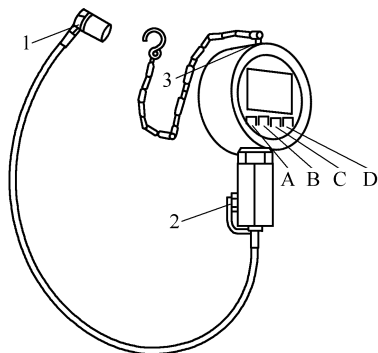

图 2-7-2 安装压力传感器测试仪
4) 旋出压力传感器测试仪上的螺塞 2 并在此位置上紧紧旋入已拆下的燃油压力传感器，如图 2-7-2 所示。
数字式压力表 VAS6394/1 必须显示为 0bar，否则按下按钮 C 进行零位调整，如图 2-7-2 所示。